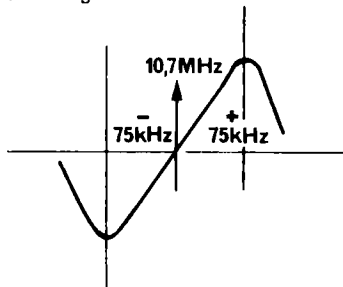

Fig. 8.3.2 - Curva responso oscillografica rivelatore FM.
**Taratura alta frequenza.** Collegare l'uscita del generatore all'antenna FM. Frequenza a 96 MHz. Modulazione con 1000Hz. Profondità di modulazione  $\pm 15\text{KHz}$ . Indice di sintonia su 96MHz. Oscilloscopio collegato come sopra. Regolare il condensatore (o la bobina) dell'oscillatore FM fino a fare uscire sullo schermo la curva di fig. 8.3.2. Quindi, regolare il condensatore (o la bobina) del circuito di aereo fino ad ottenere il massimo valore picco-picco della curva stessa.